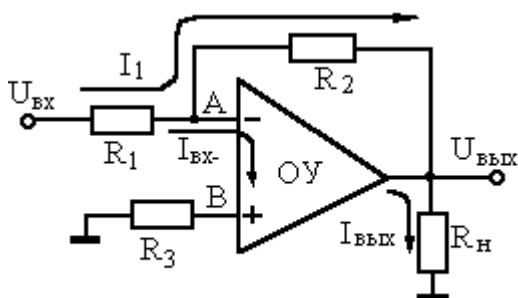

Рис. 5 Инвертирующий усилитель
**Инвертирующий усилитель.** Рассмотрим схему на рис. 5.